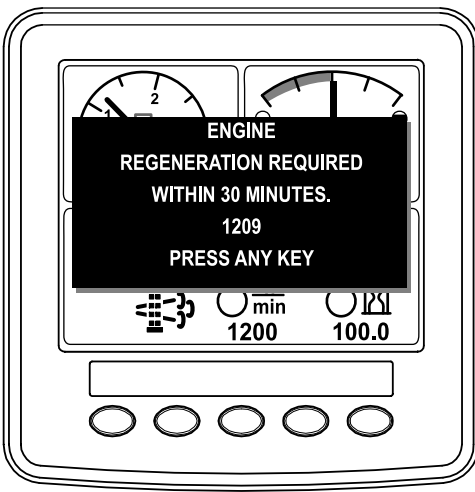

Bild 46
- Wenn Sie die Anforderung für eine geparkte Regenerierung (wird im InfoCenter angezeigt) ignorieren und die Maschine weiterhin einsetzen (Bild 46), sammelt sich eine kritische Rußmenge im Dieselpartikelfilter an.